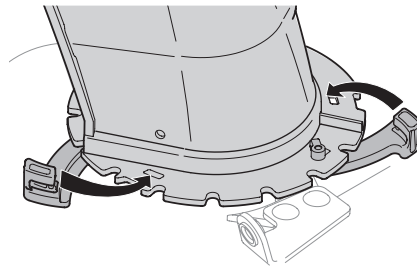

Figura 2-14
2. Cierre los fijadores de brida para sujetar el conjunto del canal a la base del canal. Los fijadores de brida emiten un chasquido cuando están bien asegurados. Consulte Figura 2-14.